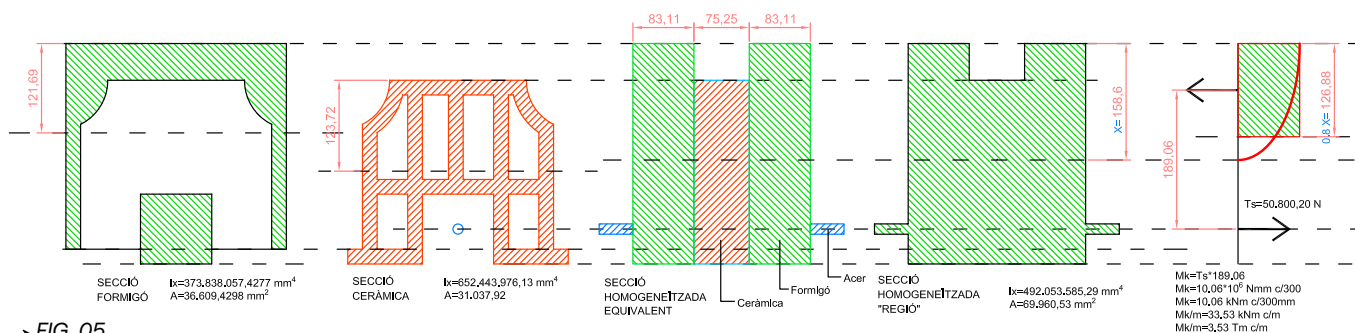

FIG. 05
A la FIG. 05 es mostra la manera de procedir per calcular el moment flector per al qual pot treballar (es va calcular) la biga. En definitiva, un forjat ceràmic és un conjunt de bigues col·locades una al costat de l'altra. Gairebé és un sistema gràfic de càlcul. Els passos són els següents:
- Cal tenir compte que l'acer llis que s'emprava normalment era de límit elàstic $f_y = 2400 \text{ K/cm}^2$. Aplicant-li un factor de minoració de l'ordre de $k=1.05$, estarem treballant amb un límit de càlcul a l'entorn de $f_d = 2200 \text{ k/cm}^2$. Aquest valor multiplicat per la secció d'acer ens donarà l'esforç de tracció de l'armat T (capacitat mecànica en K). Aquest valor per la distància respecte al component de compressió, com deia, ens donarà el moment "característic". Cal tenir cura de les unitats amb què treballlem. Actualment ja no s'empra en el càlcul estructural el sistema MKS, sinó l'internacional (SI).
- Si estem fent la verificació d'aquest forjat haurem calculat prèviament la sol·licitació requerida, que referida a aquest valor que hem deduït ens donarà el valor del coeficient de seguretat amb què estem treballant. Tot això pot semblar feixuc, però en realitat és senzill. El secret: tenir pràctica en el dibuix en CAD. Abans, el més complicat era calcular els paràmetres de les seccions aplicant el teorema de Steiner. Les possibilitats d'equivocar-se eren enormes. Ara el CAD ho fa més fàcil. Només cal treballar amb ordre, fer números per calcular els coeficients d'equivalència i les seccions rectangulars corresponents i poca cosa més (FIG. 05). —